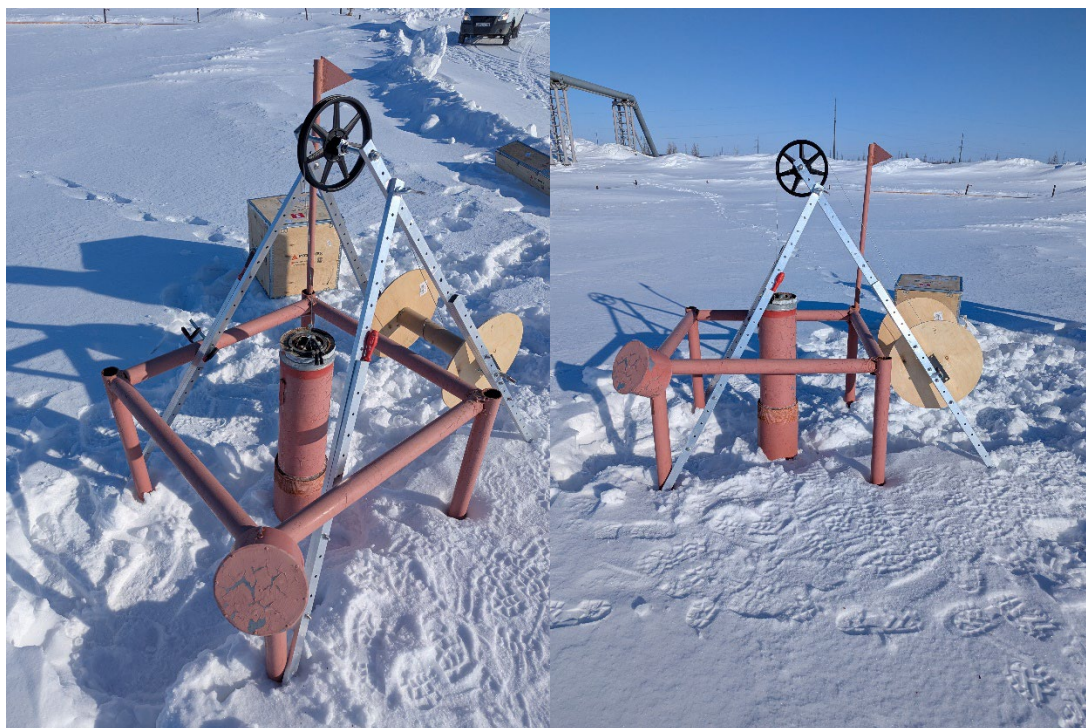

Рисунок 23. Фото приспособлений для установки тяжелых ИТМ2
- Установка термокосы без использования дополнительных приспособлений (Рисунок 23), потребует двух-трех человек в зависимости от веса термокосы.